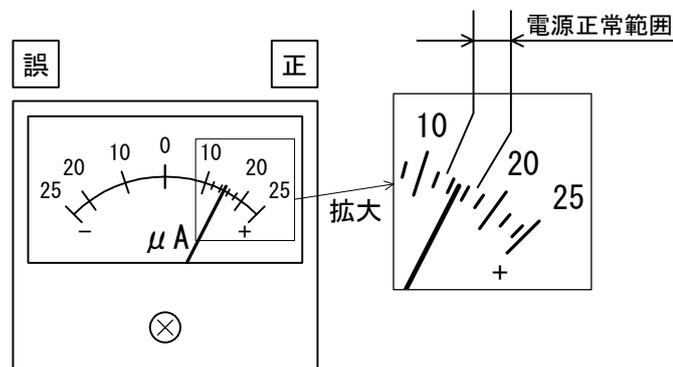

図 2 電源チェック
付図 2 外形図
- (1) 可搬型構造であり、外形寸法は付図 2 外形図による。
- (2) パネル面での操作
電池の消耗度を測定します。⑧を“電池”側にした状態で③を“電源チェック”にします。このとき電流計の指針の振れが  $15 \mu A \pm 2 \mu A$  に入っておれば正常です。(図 2)
⑧を“AC”側にした状態で③を“電源チェック”にすると AC 電源のチェックもできます。同じように、電流計の指針の振れが  $15 \mu A \pm 2 \mu A$  に入っておれば正常です。